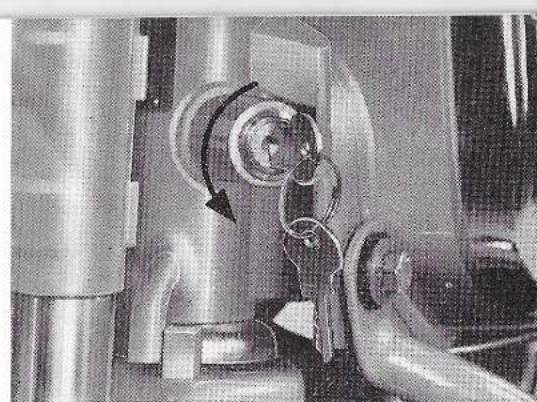

Bild 8
- 14 = Lenkschloß (verdeckt, s. Bild 8)
- 15 = Lenkschloß (verdeckt, s. Bild 8)
#### Lenkschloß (Bild 8)